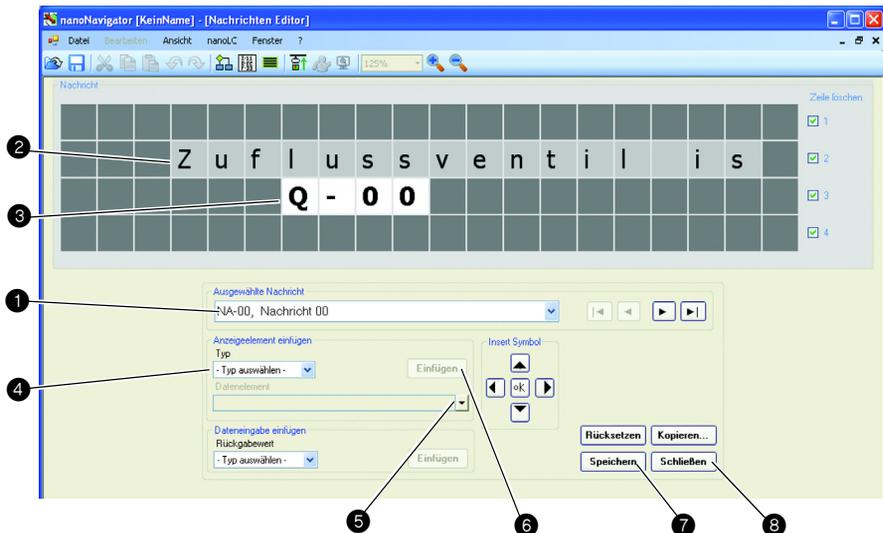

Abbildung 1-9 Meldungs-Editor
2. Wählen Sie im Dropdownmenü „Aktuelle Meldung“ die Option „MI-00, Meldung 00 anzeigen“ (siehe Abbildung 1-9). Dies ist die Meldungsbezeichnung ①.
3. Klicken Sie auf das gewünschte Zeichenfeld (Zeile 2, Feld 4) und geben Sie den Text „Zuflussventil ist“ als Meldungsinhalt ein ②.
- a) Klicken Sie auf das gewünschte Zeichenfeld (Zeile 3, Feld 7) am gewünschten Ort, hier dem ersten Zeichen von „Q-00“ ③.
- b) Wählen Sie im Dropdownmenü „Typ“ die Option „Ausgänge“ ④.
- c) Wählen Sie im Dropdownmenü „Datenelement“ die Option „Q-00 Ausgang 00“ ⑤.
- d) Klicken Sie auf die Schaltfläche „Einfügen“ ⑥.
5. Klicken Sie auf „Speichern“ ⑦ und danach auf „Schließen“ ⑧.